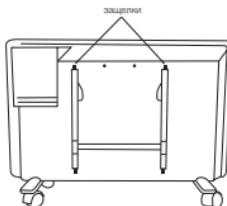

Рис. 4
- нажмите на защелки и потяните кронштейн на себя нажав вниз на две защелки (рис. 4);
защелки (рис. 4) на задней стенке обогревателя, и потянните сам обогреватель вперед. После того, как он будет снят, можно будет вымыть стенку, на которой он был установлен.